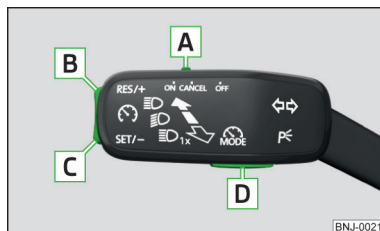

Fig. 201
Vista general del sistema regulador de la velocidad del GRA » fig. 201
- Presionando la tecla **D** » fig. 201.
- Al pulsar la tecla **D** » fig. 201 durante la regulación, se cancelará y se activará el dispositivo de limitación de velocidad.